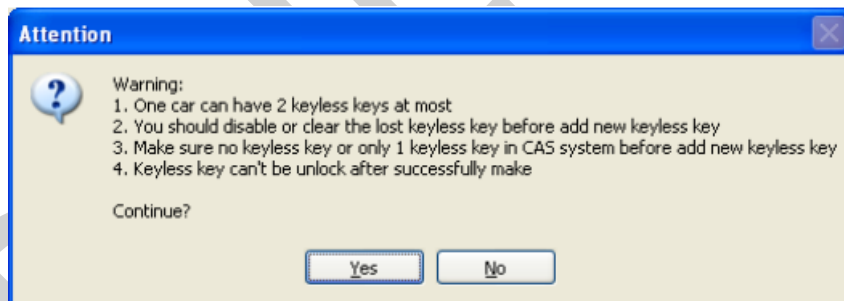
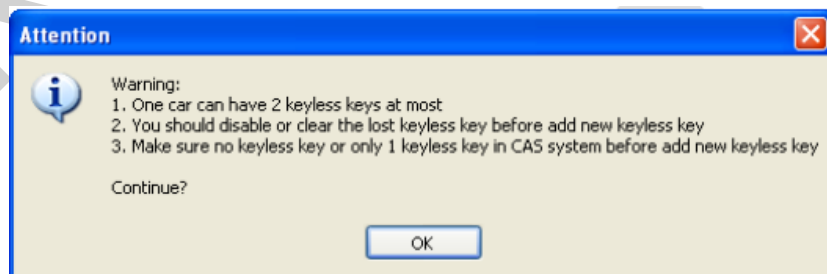

IMAGEN 5.10
IMAGEN 5.11
- Bajo la función “Prepare a keyless key” (y también en la función “File Make Key”) obtendrá una ventana como la de la **(IMAGEN 5.10)** o **(IMAGEN 5.11)**: Asegúrese de que el vehículo tenga por lo menos 1 llave de presencia antes de agregar una nueva llave de presencia. La llave de presencia que se haya perdido debe ser deshabilitada o borrada. **Atención: Si en la (IMAGEN 5.10) viene con “add key”, en este caso la llave de presencia no soporta el desbloqueo; Si en la (IMAGEN 5.11) viene con “lost all key”, entonces la llave de presencia se puede desbloquear con el VVDI2-BMW.**